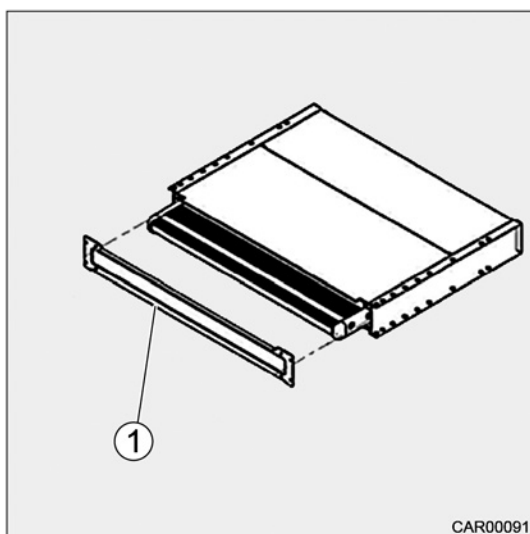

Fig. 22 Déverrouillage de secours
1. Dévisser la plaque frontale (Fig. 22/1).